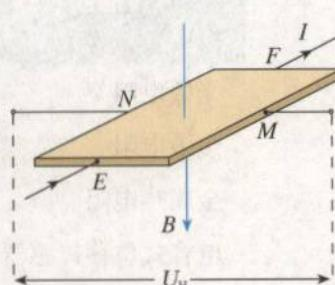

图 6.1-9 霍尔元件的工作原理
**霍尔元件** 在一个很小的矩形半导体（例如砷化镓）薄片上，制作四个电极  $E$ 、 $F$ 、 $M$ 、 $N$ ，它就成了一个霍尔元件（图 6.1-9）。在  $E$ 、 $F$  间通入恒定的电流  $I$ ，同时外加与薄片垂直的磁场  $B$ ，则薄片中的载流子就在洛伦兹力的作用下，向着与电流和磁场都垂直的方向漂移，使  $M$ 、 $N$  间出现了电压，称为霍尔电压  $U_H$ 。